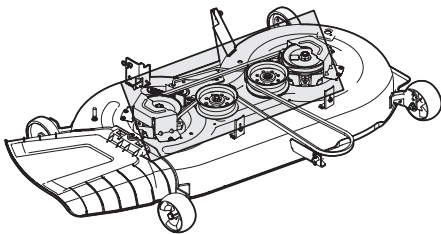

Figure 31
- Nettoyez la partie supérieure du plateau de coupe, la partie sous le couvercle des fusées et la partie autour des courroies. Voir Figure 31.